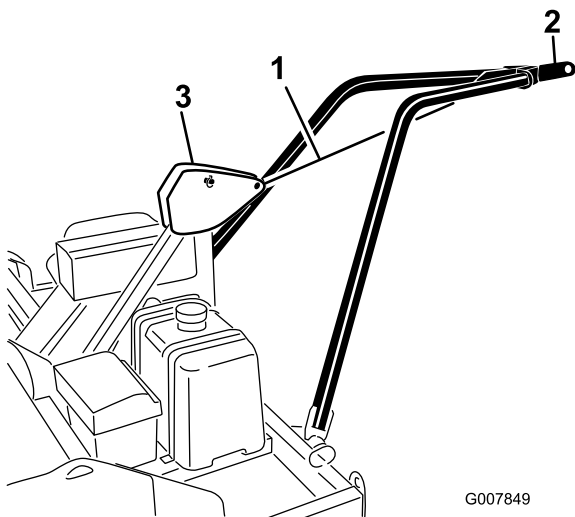

Figure 12
- 2. Avec une sangle d'arrimage ou une corde, attachez la plaque d'attache des bras de remorquage au pivot d'attelage du châssis tout en élevant le bras de remorquage pour l'installation (Figure 12).